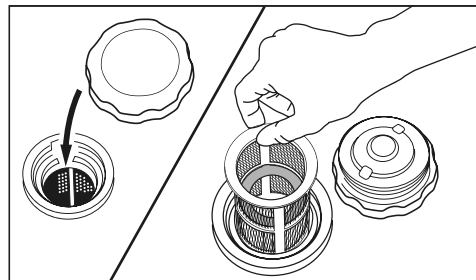

Рисунок 14.
1. Снимите пластмассовый фильтр, расположенный под крышкой горловины топливного бака (рис. 14).